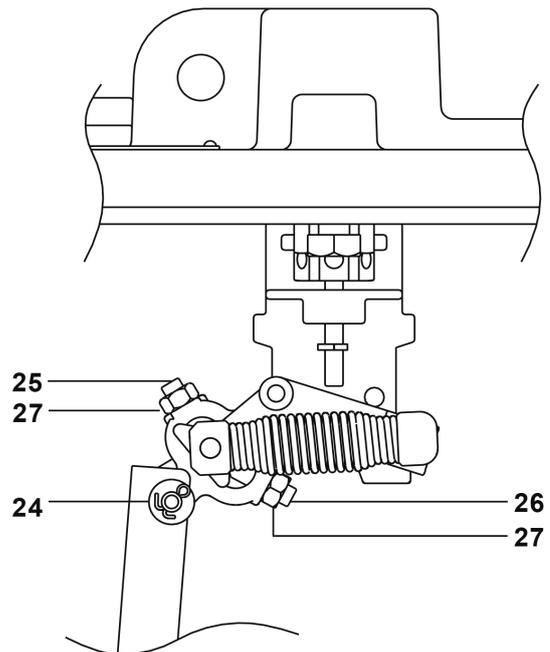

Fig. 12
Nota : Les vis de réglage (Fig. 12, rep. 25, 26) sont réglées en usine et ne doivent pas être dérégées pendant les procédures d'entretien suivantes.
- a) Enlever l'arbre (rep 24, Fig. 12) de la tige de commande et puis tourner le flotteur et la tige de commande à l'opposé des arcades.